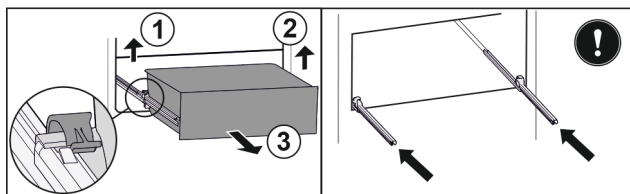

Fig. 41
- ▶ Zvedněte levou svorku a současně vytáhněte zásuvku vlevo dopředu. Fig. 41 (1)
- ▶ Zvedněte pravou svorku a současně vytáhněte zásuvku vpravo dopředu. Fig. 41 (2)
- ▶ Vyjměte zásuvku dopředu. Fig. 41 (3)